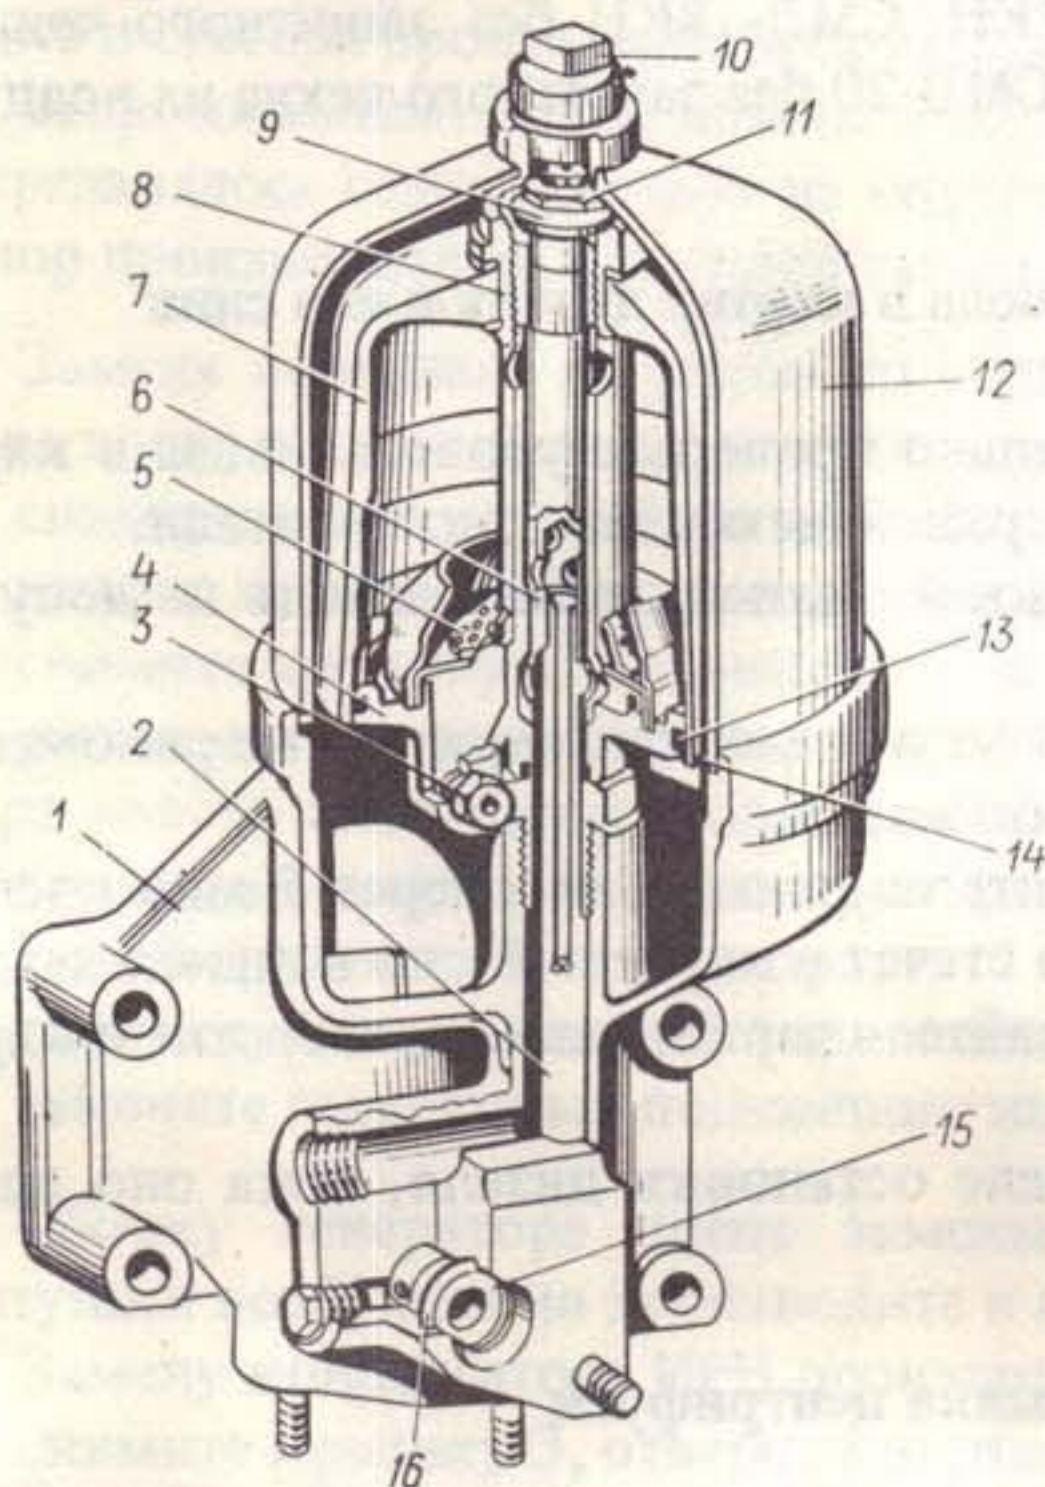

Рис. 17. Центрифуга:
- отверните гайку 10 (рис. 17), снимите колпак 12 центрифуги, отверните гайку 11, снимите с оси упорную шайбу 9, а затем ротор;